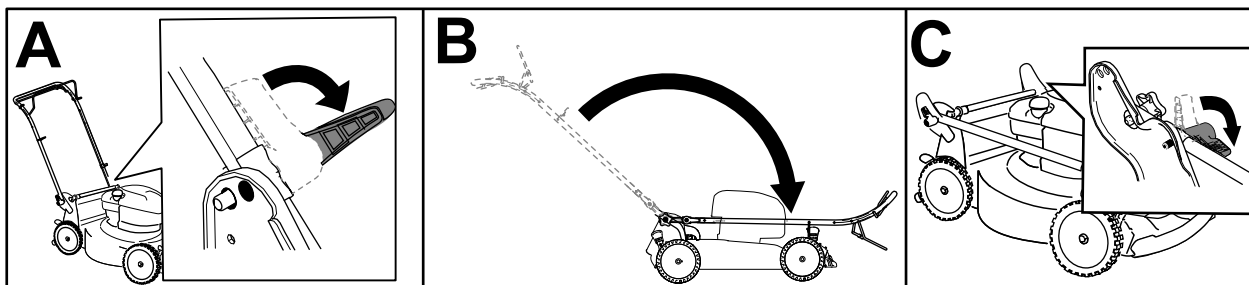

Figura 18
3. Disinserite i fermi della stegola (A della Figura 18).
4. Piegate la stegola completamente in avanti (B di Figura 18).
5. Inserite i fermi della stegola (C della Figura 18).